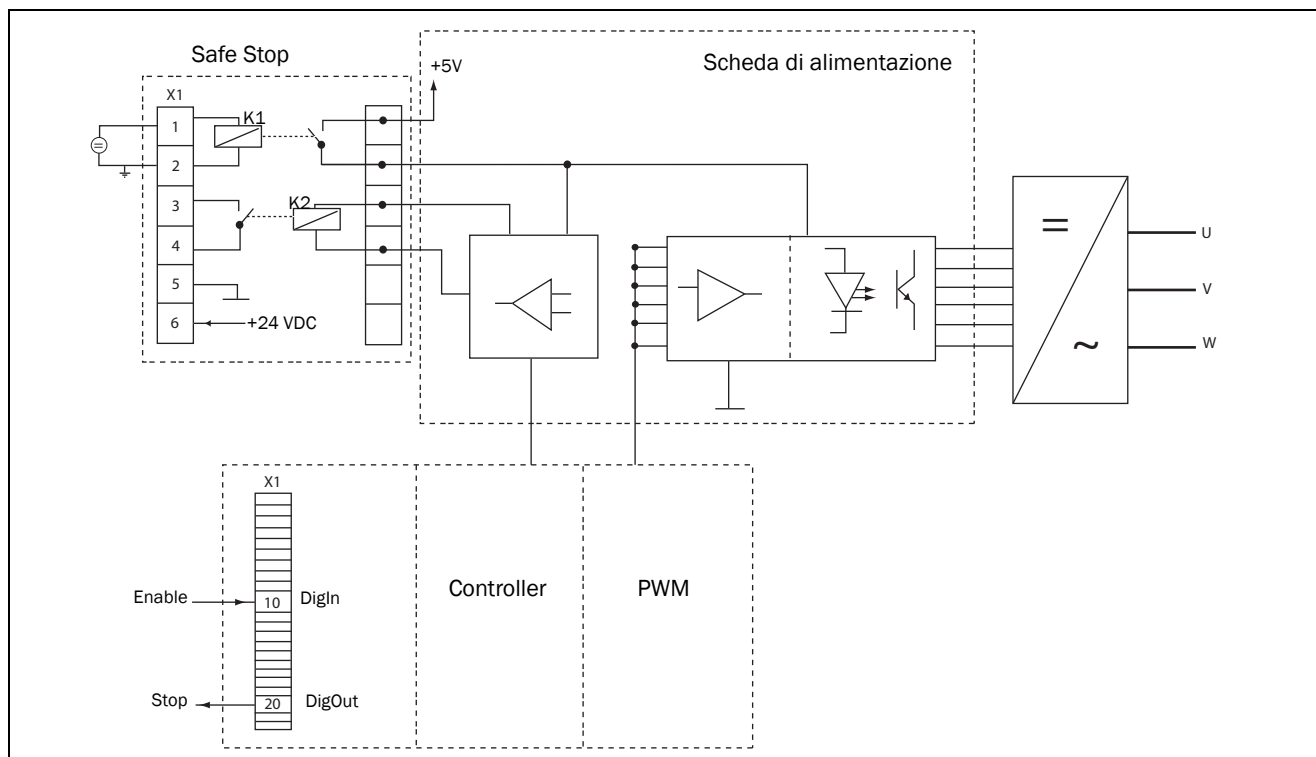

Fig. 132
- L'ingresso "Inhibit", morsetti 1 (DC+) e 2 (DC-) sulla scheda opzionale Safe Stop deve essere attivato collegando 24 VDC per assicurare la tensione di alimentazione per i circuiti di pilotaggio dei conduttori di potenza tramite il rel di sicurezza K1. Vedere anche la Fig. 132.
- Segnale alto sull'ingresso digitale, ad esempio il morsetto 10 nella Fig. 132, impostato su "Enable". Per l'impostazione dell'ingresso digitale, fare riferimento alla
Per controllare la funzione "Enable", possibile utilizzare la selezione "RUN" su un'uscita digitale. Per l'impostazione di un'uscita digitale, ad esempio il morsetto 20 nell'esempio della Fig. 132, fare riferimento alla sezione 11.6.4, a pagina 166 [540].